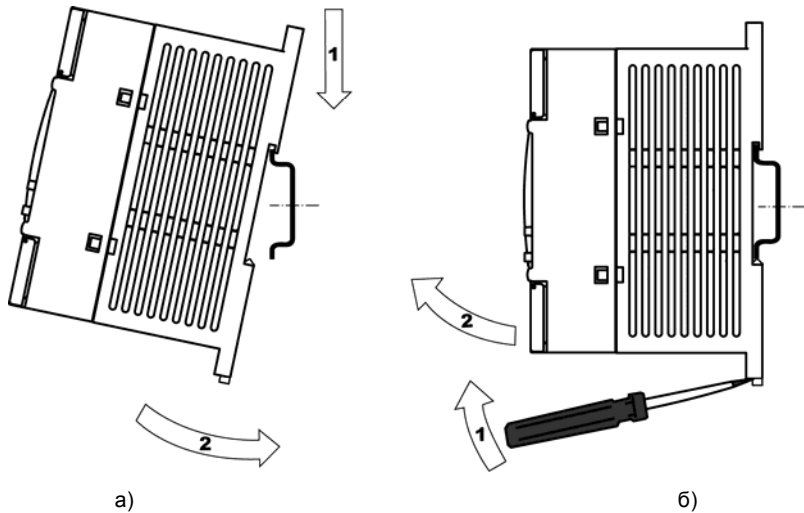

Рисунок 6.1 – Монтаж контроллера с креплением на DIN-рейку
- для съема контроллера с DIN-рейки в проушины защелок вставляются острия отверток (см. рисунок 6.1, б), и защелки одновременно отжимаются по стрелке 1, после чего контроллер отводится от DIN-рейки по стрелке 2.